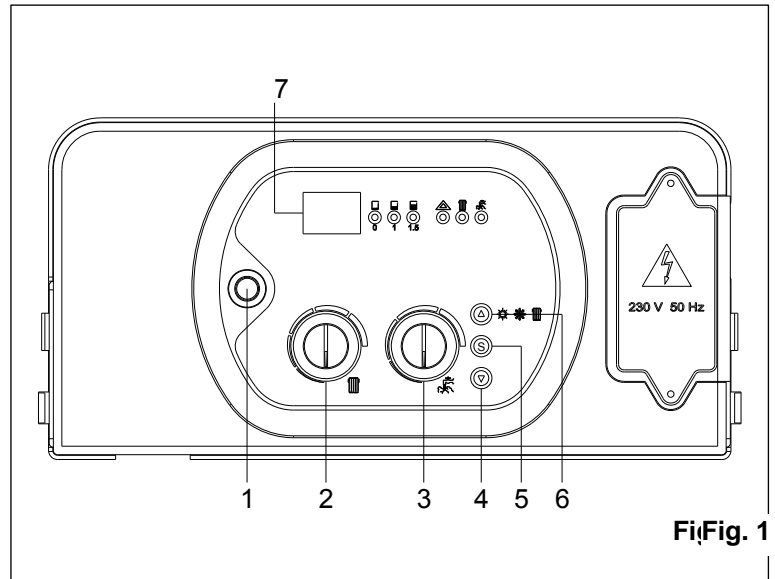

Fig. 1
a. posizionare l'interruttore di accensione (1) su **OFF** (fig. 1);
b. tenere premuti contemporaneamente i tasti (4) e (6), attivare l'interruttore di accensione (1) e attendere che il display (7) visualizzi "PL" – "0";
c. rilasciare i tasti (4) e (6);
d. tenendo premuto il tasto (5), con il tasto (6) selezionare il parametro **4**;
e. rilasciare il tasto (5); poi ripremerlo e rilasciarlo: il display (7) visualizzerà il valore parametro da modificare;
f. agire sui tasti (4) e (6) per modificare il valore parametro:
g. premere e rilasciare il tasto (5) per confermare. Sul display ricomparirà il numero parametro **4**;